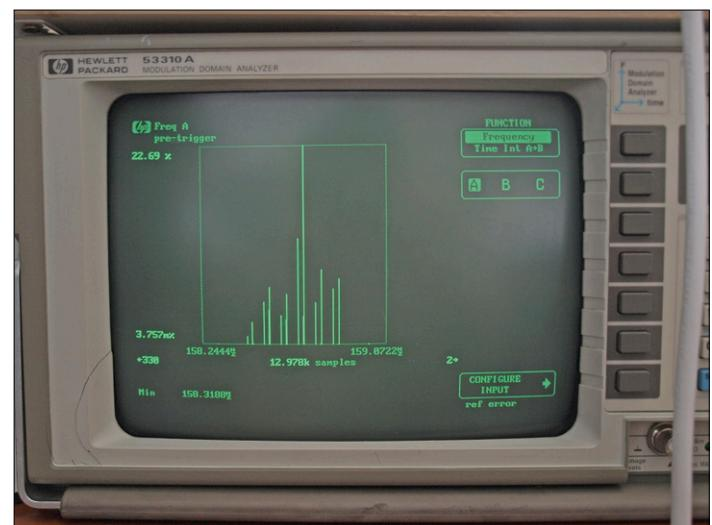

Figure 6. Le Bluetooth est plus soumis aux latences que les liaisons filaires.
**La figure 6** montre la forme de l'onde du point de vue de l'analyseur de spectre. Il est évident que la connexion sans fil cause de plus gros problèmes de latence.